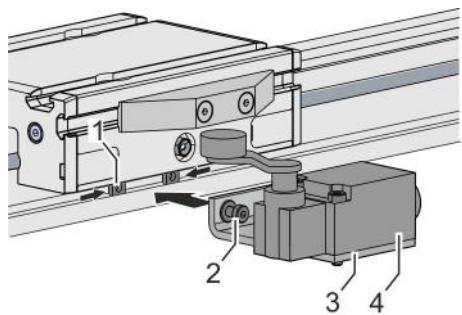

Fig. 33 : Montage de la fin de course
4. Insérer et positionner les écrous (Fig. 33 /1) dans la rainure du profilé de guidage.
5. Mettre en place la fin de course (Fig. 33 /4) avec l'équerre de fixation (Fig. 33 /3) au niveau des écrous insérés.
6. Serrer les 2 vis (Fig. 33 /2) :